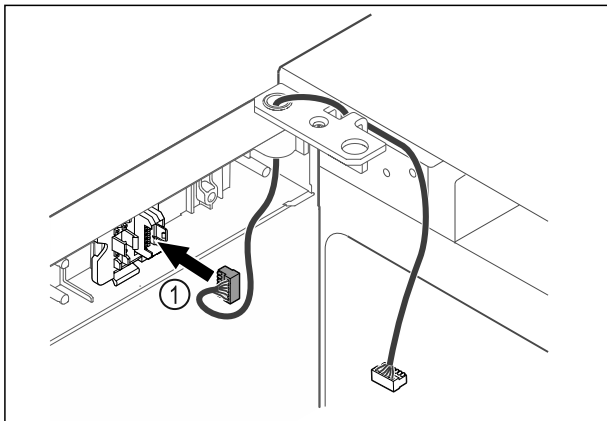

Fig. 48
- Stecker Fig. 48 (1) in Steckerhalterung einstecken.